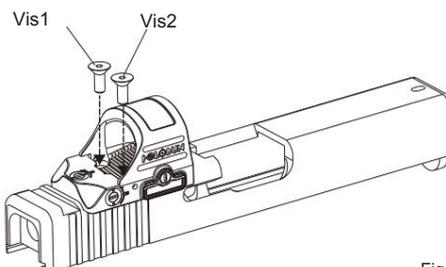

Fig. 5
2. Utilisez soit les vis fournies avec votre glissière, soit celles de votre armurier, et serrez-les à 15 pouces/livres à l'aide d'un frein-filet non permanent (moyen/bleu). (Fig. 5)